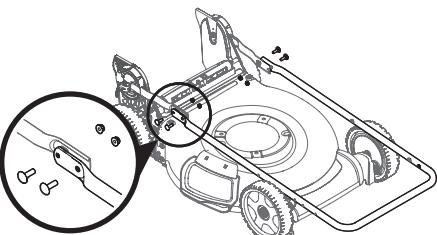

Figura 12
- Usando los cuatro pernos de carro y las tuercas que se extrajeron en el PASO 2, asegure la manija superior a la manija inferior. Ajuste los herrajes firmemente para asegurar la manija en su lugar (Figura 12).